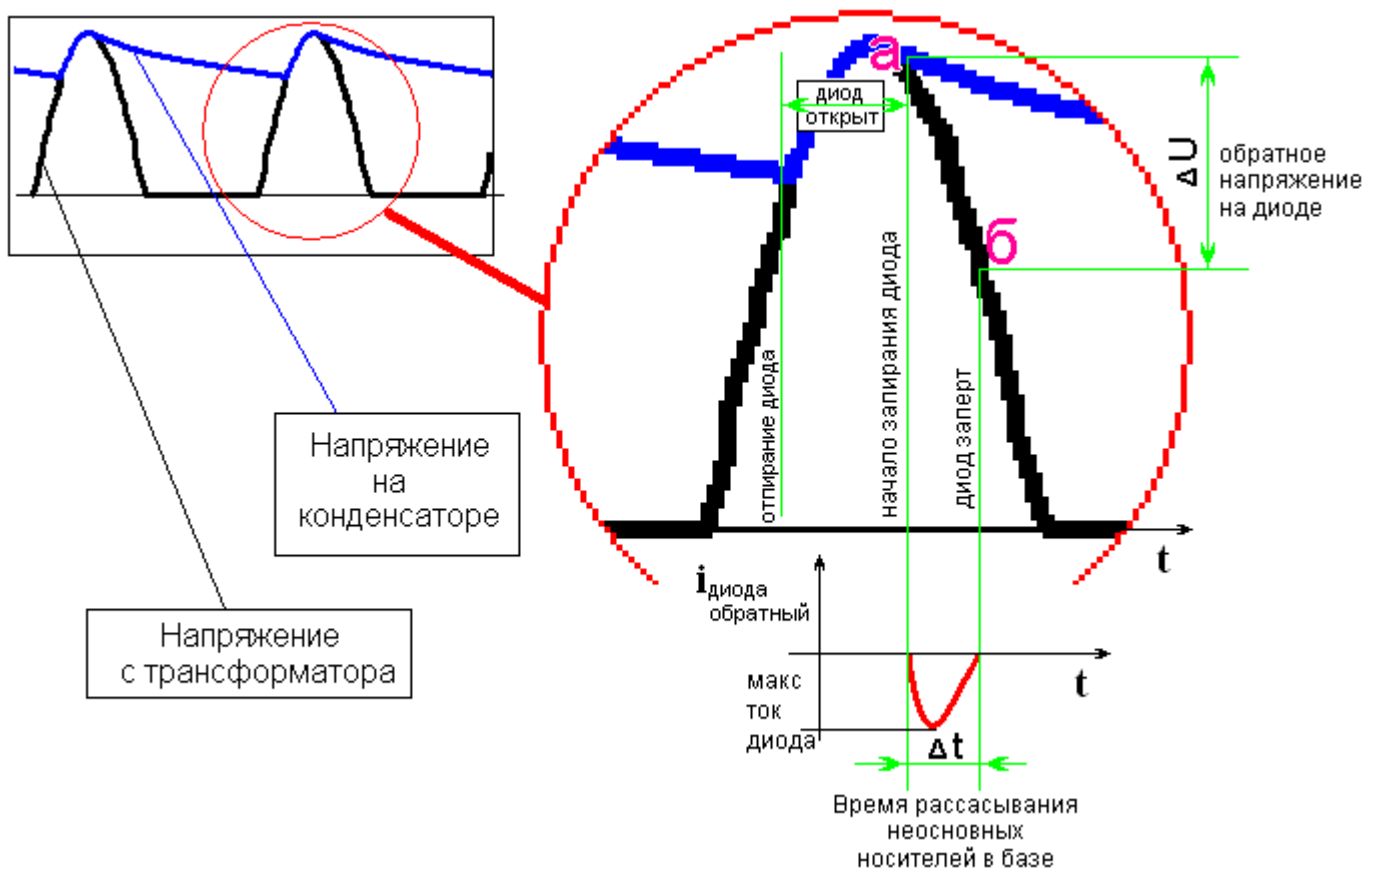

Рис.6. Обратный ток диода и обратное напряжение, вызывающее этот ток.
Рассасывание объемного заряда в базе диода, вследствие чего он остается некоторое время в открытом состоянии. Время рассасывания возьмем 10 микросекунд. Это достаточно большое время и у большинства диодов оно заметно меньше. Принцип расчета показан на рис. 6.
Итак, какое-то время диод открыт в прямом направлении и проводит прямой ток. После чего он должен закрыться, чтобы не пропустить ток обратный. Но диод не закрывается, и начинает пропускать обратный ток, показанный на рис.6 красной линией. Ток протекает в течение времени  $\Delta t$ , равному времени рассасывания, т.е. у нас  $\Delta t = 10$  мкс. При этом к диоду приложено обратное напряжение  $\Delta U$ , из-за которого на самом деле и протекает обратный ток (а из-за чего еще ему протекать).
*В чем заключается упрощение расчета? В том, что на самом деле обратное напряжение на диоде растет медленно, и обратный ток тоже растет медленно и имеет примерно такую форму, как на рис. 6 (т.е. было неправильно делить **максимальное** напряжение на сопротивление). Поэтому средний ток на самом деле будет раз в пять меньше, чем мы посчитали. И максимальным он будет не все время, а лишь чуть-чуть. А вот разряд конденсатора - будет примерно таким же, как и у нас, на самом деле всего лишь раза в два-три меньше.*